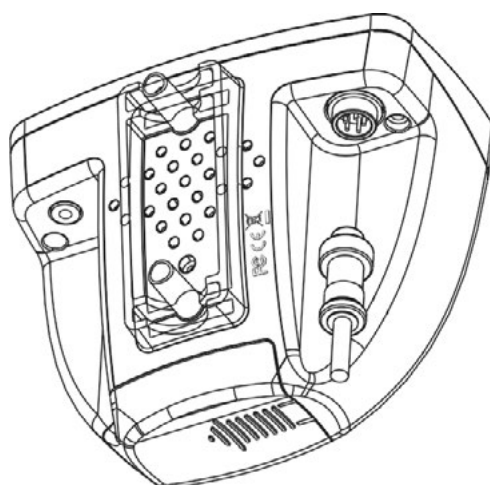

Fig.5 Connexion de la tête de détection
6. Branchez le câble de la tête de détection au panneau de contrôle (Voir Fig. 5) . Pour le débrancher, veuillez ne pas tirer sur le câble. La force doit être exercée sur la bague de blocage.